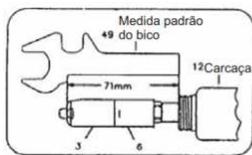

FIGURA 2 - 720 REB
- Periodicamente, ajuste a distância entre o bico e a carcaça da castanha para que o curso do rebitador esteja correto, conforme figura 2 e 3 abaixo, utilizando para isso a chave múltipla que acompanha a ferramenta.